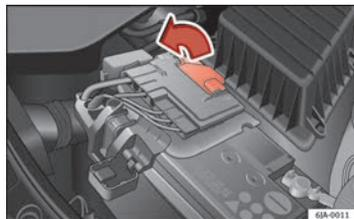

Fig. 122 Batteria: apertura del vano
- Sollevare la copertura della batteria seguendo la direzione indicata dalla freccia → fig. 122.